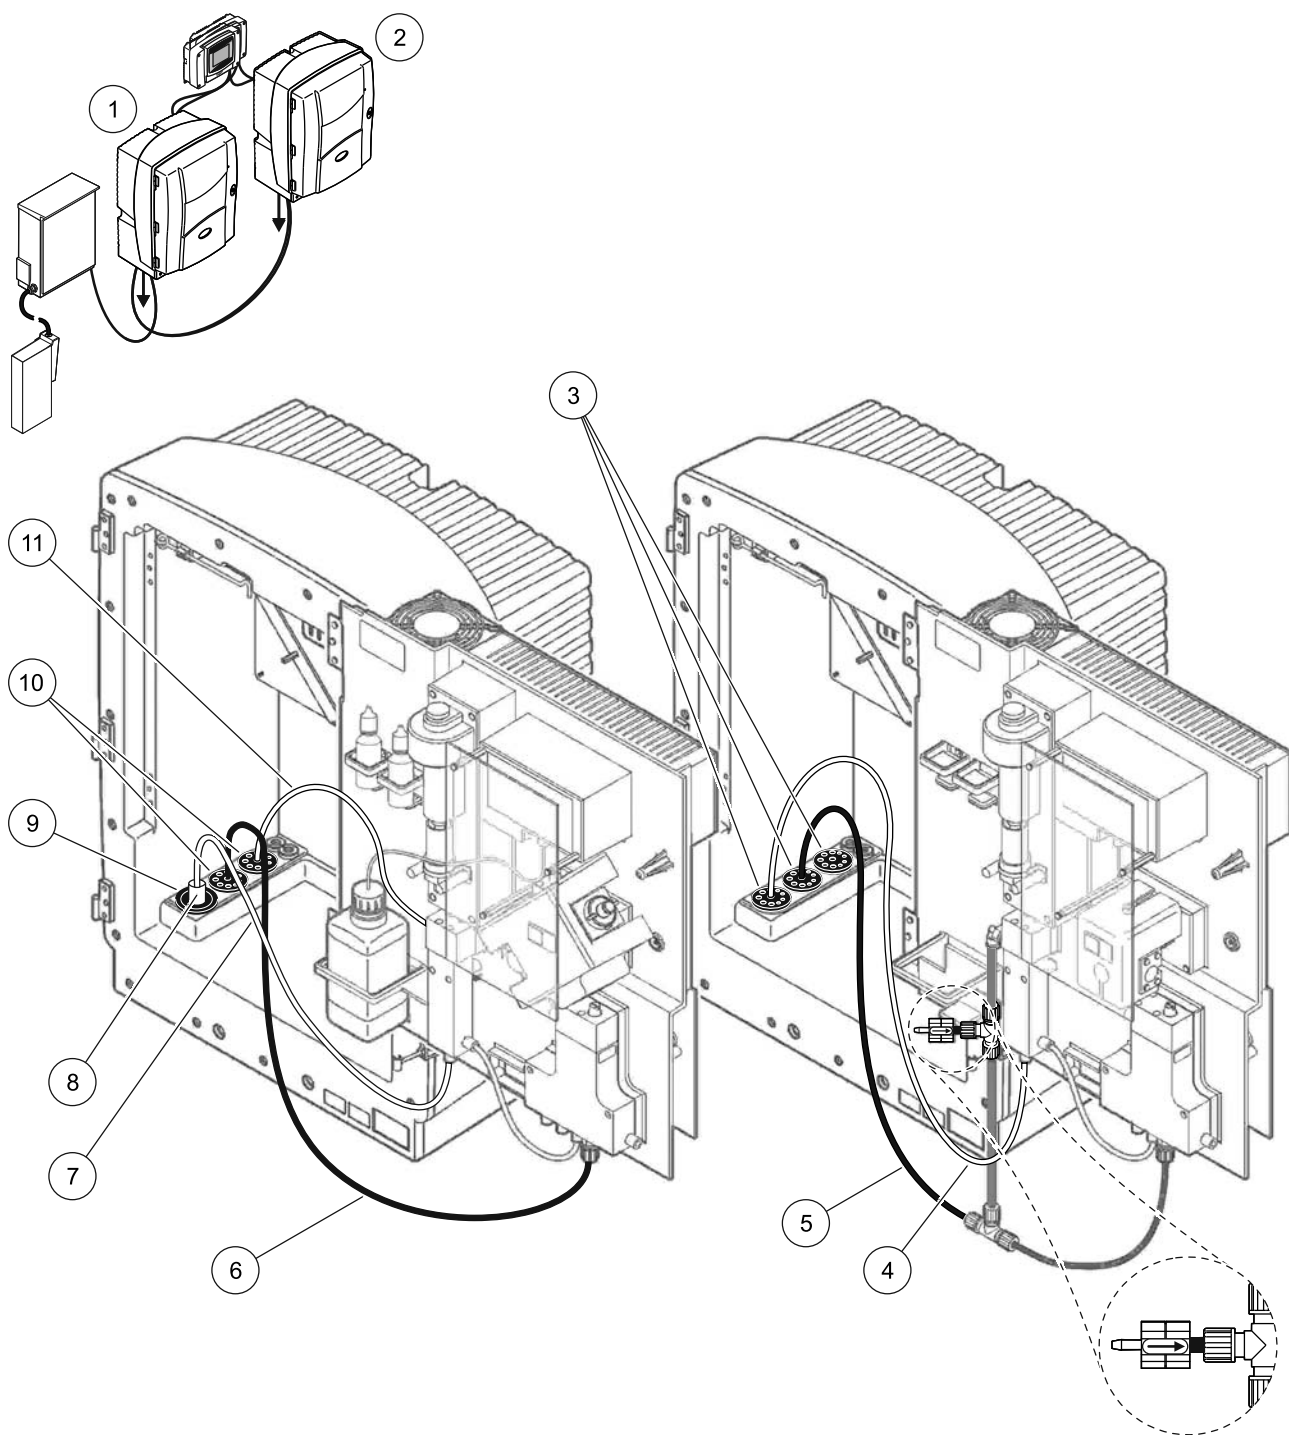

図 37 オプション 8b 設定
101 ページの図 37 およびオプション 8a に関する以下の説明を参照してください：
- a. FILTRAX からの加熱ホースを分析装置の開口部まで通します (101 ページの図 37、アイテム 8)。シール プラグ #1 を使って固定します。